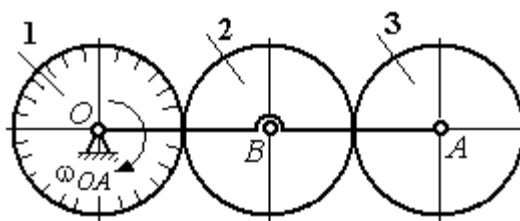

Рис. 5.7. Планетарный механизм
**Задача 57.** Планетарный механизм, позволяющий получать повышенные передаточные отношения угловых скоростей, состоит из трех одинаковых колёс, соединённых кривошипом  $OA$  (рис. 5.7). Колесо 1 неподвижно, кривошип  $OA$  вращается с угловой скоростью  $\omega_{OA}$  и приводит в движение колёса 2 и 3. Полагая массы колёс и их радиусы одинаковыми, равными  $m$  и  $r$ , и пренебрегая массой кривошипа, найти кинетическую энергию механизма.